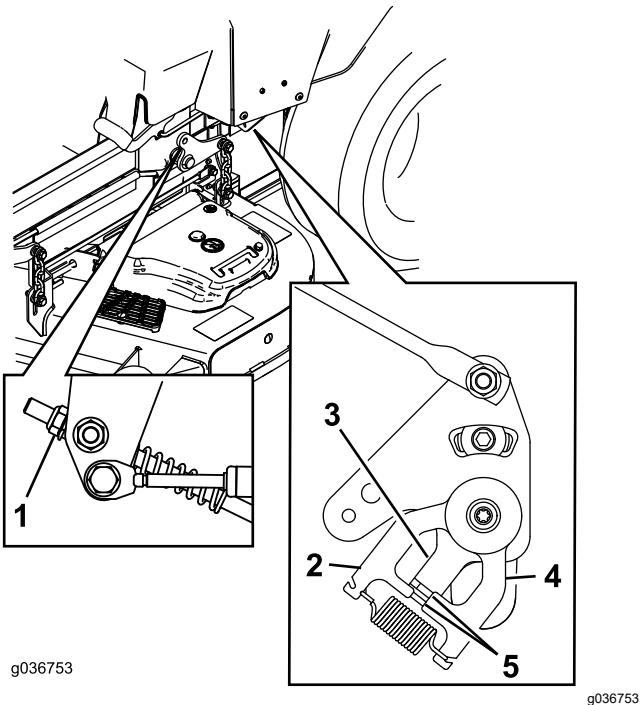

Figura 69
11. Regolate le lunghezze delle aste di controllo della pompa ruotando il dado nella direzione idonea sinché le ruote strisciano leggermente in retromarcia (Figura 68 e Figura 69).